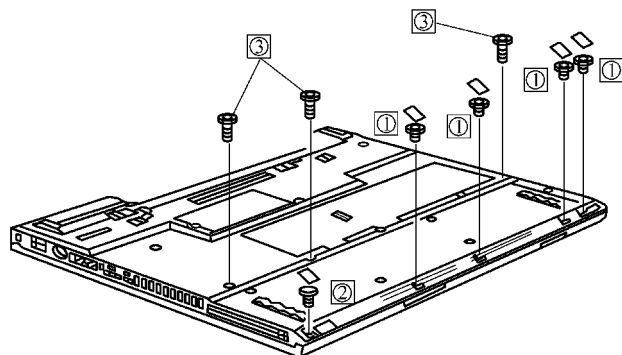

图 6-20 拆去垫片和固定螺钉
(1) 如图 6-20 所示，首先去掉螺钉的垫片（注意不要损坏），然后使用小十字